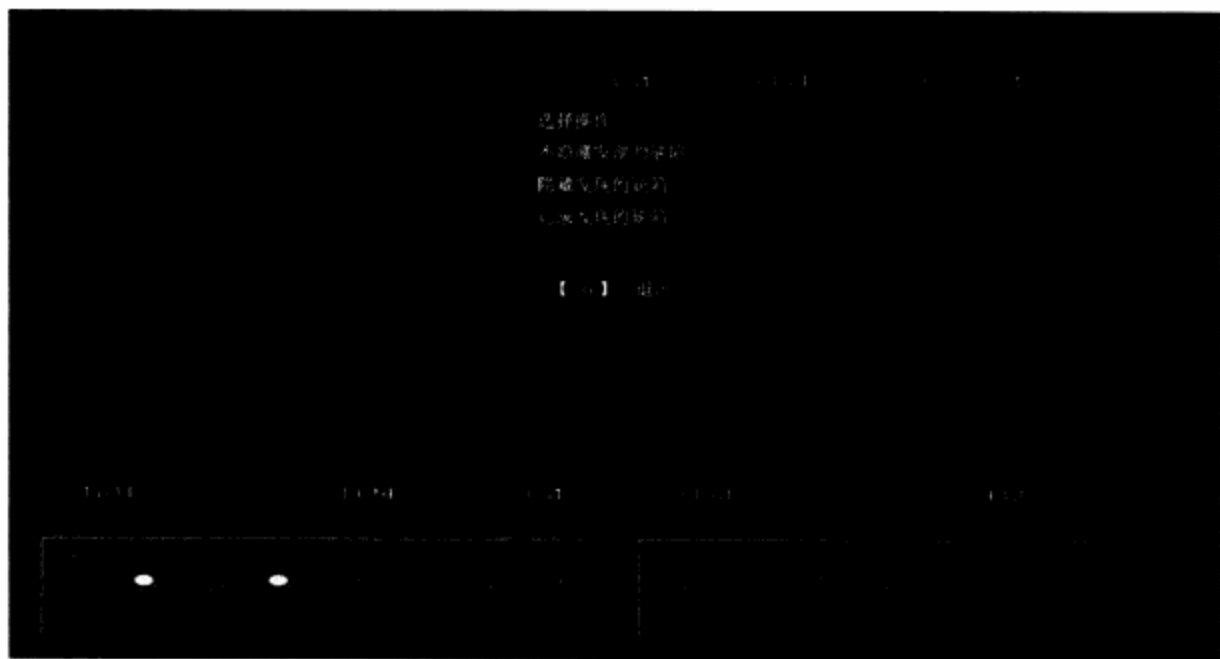

图10-33 缺陷操作
**步骤 04** 如果按Enter键能显示查找到的缺陷, 然后按F2键可以保存缺陷列表, 在退出缺陷列表时会弹出窗口。如图10-33所示。
下面是图10-33的简单翻译。